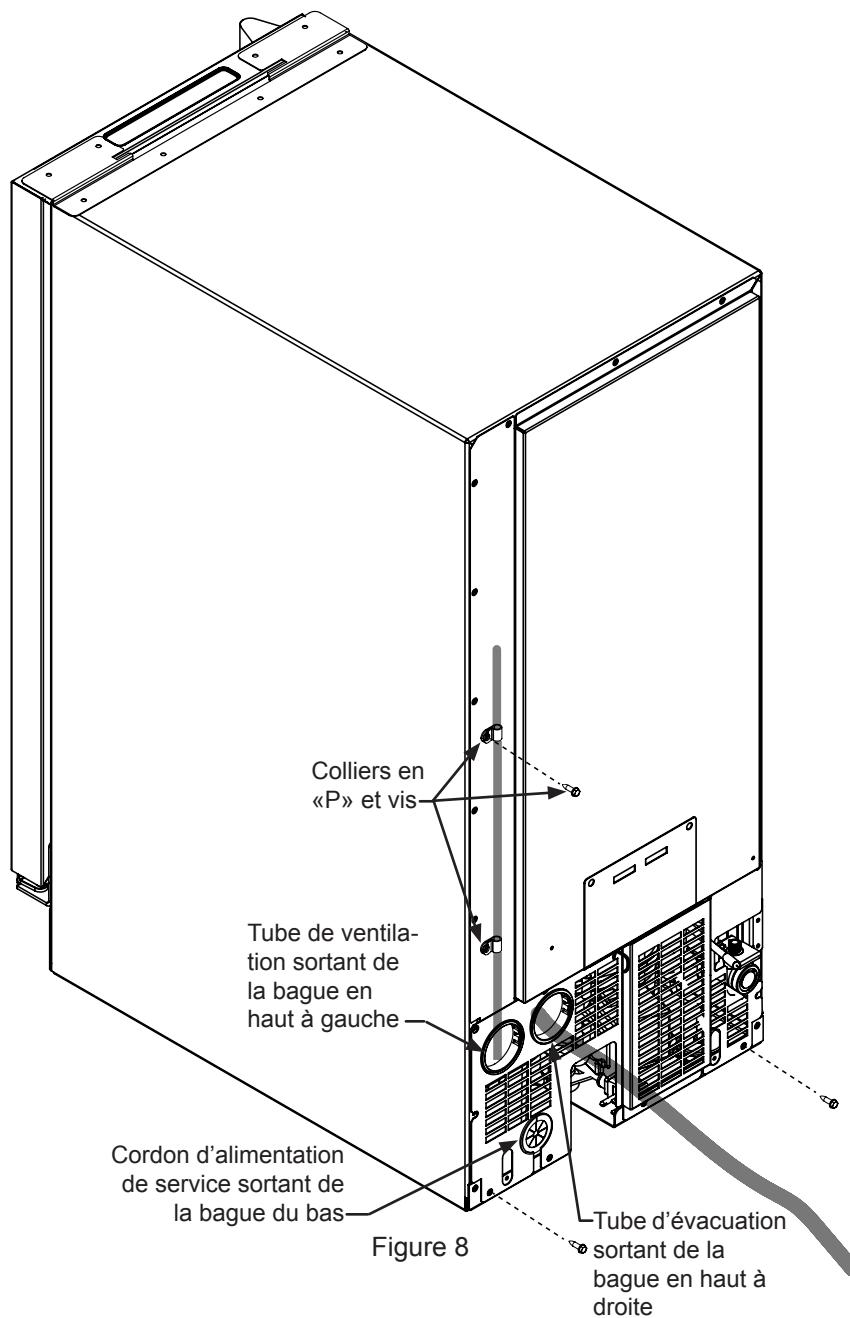

Figure 8
13. Installez le couvercle d'accès à l'arrière avec le tube de ventilation sortant de la bague en haut à gauche, le tube d'évacuation de 20 pi sortant de la bague en haut à droite, et le cordon d'alimentation de service sortant de la bague du bas (Voyez la Figure 8). Fixez le tube de ventilation à l'arrière de la machine à glaçons avec les vis et les colliers en «P» fournis dans le kit de pompe de drainage. Fixez le couvercle d'accès à l'arrière de la machine à glaçons avec les vis ôtées à l'étape 6.